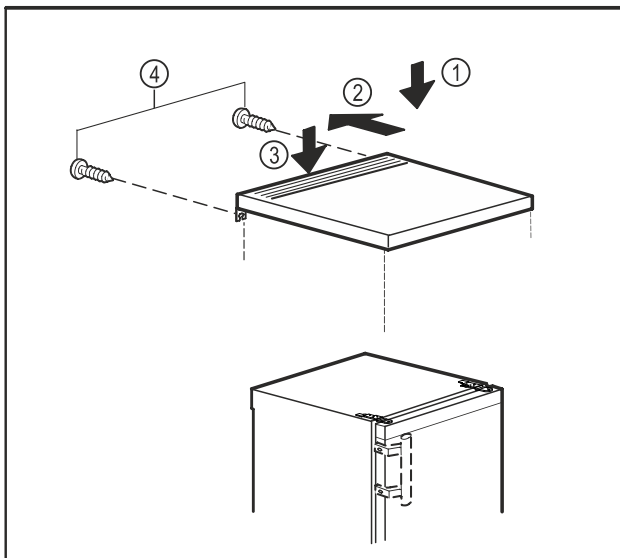

Fig. 10
- ▶ Colocar el tablero sobre el electrodoméstico. Fig. 10 (1)
- ▶ Empujar el tablero hacia atrás. Fig. 10 (2)
- ▶ Presionar el tablero hacia abajo por la parte posterior. Fig. 10 (3)
- ▶ Apretar los tornillos en la parte posterior. Fig. 10 (4)